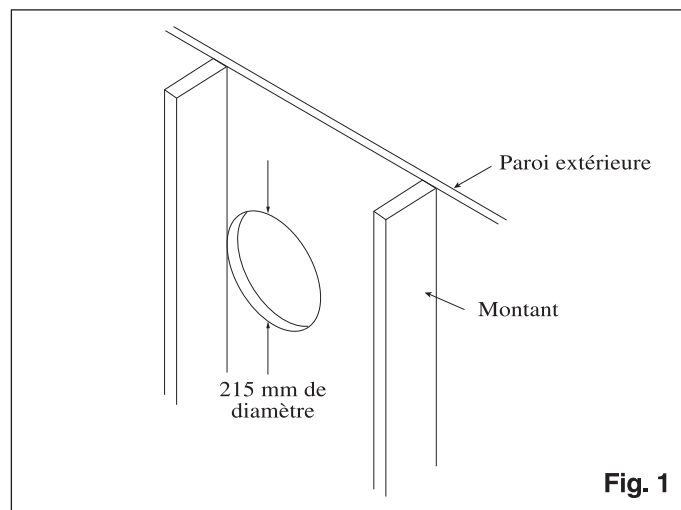

Fig. 1
1. Réaliser un trou de 215 mm (8 1/2") de diamètre dans la cloison (voir Fig. 1).